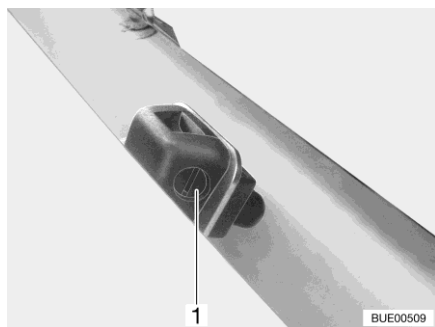

Bild 43 Spolarmunstycken
- Ställa in: ■ Vrid ställskruven (Bild 43,1) med en lämplig skruvmejsel tills önskat läge nås.